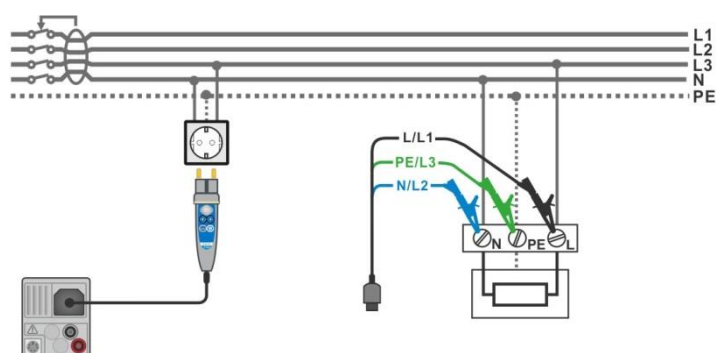

Abbildung 7.27: Anschluss des Commander-Prüfsteckers und die 3-Leiter Prüfadapter
- Schließen Sie die Prüfleitungen oder den Commander Prüfstecker am Prüfling an, siehe **Abbildung 7.27**.
<ul style="list-style-type: none"> <li>Wählen Sie die Funktion RCD Auto.</li> <li>Stellen Sie die Prüfparameter / Grenzwerte ein.</li> <li>Schließen Sie die Prüfleitungen am Prüfgerät an.</li> <li>Schließen Sie die Prüfleitungen oder den Commander Prüfstecker am Prüfling an, siehe Abbildung 7.27.</li> <li>Starten Sie die Messung.</li> </ul>	Start Prüfung